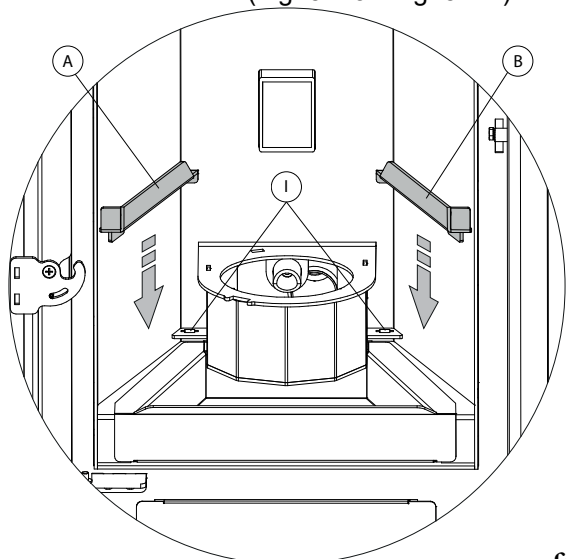

fig. 5.4.3
- Introducir los dos soportes A y B teniendo cuidado de que las dos hojas presentes en la parte posterior de los soportes sean introducidas en las respectivas hendiduras I predispuestas dentro de la cámara de combustión (Fig. 5.4.3 - Fig. 5.4.4)